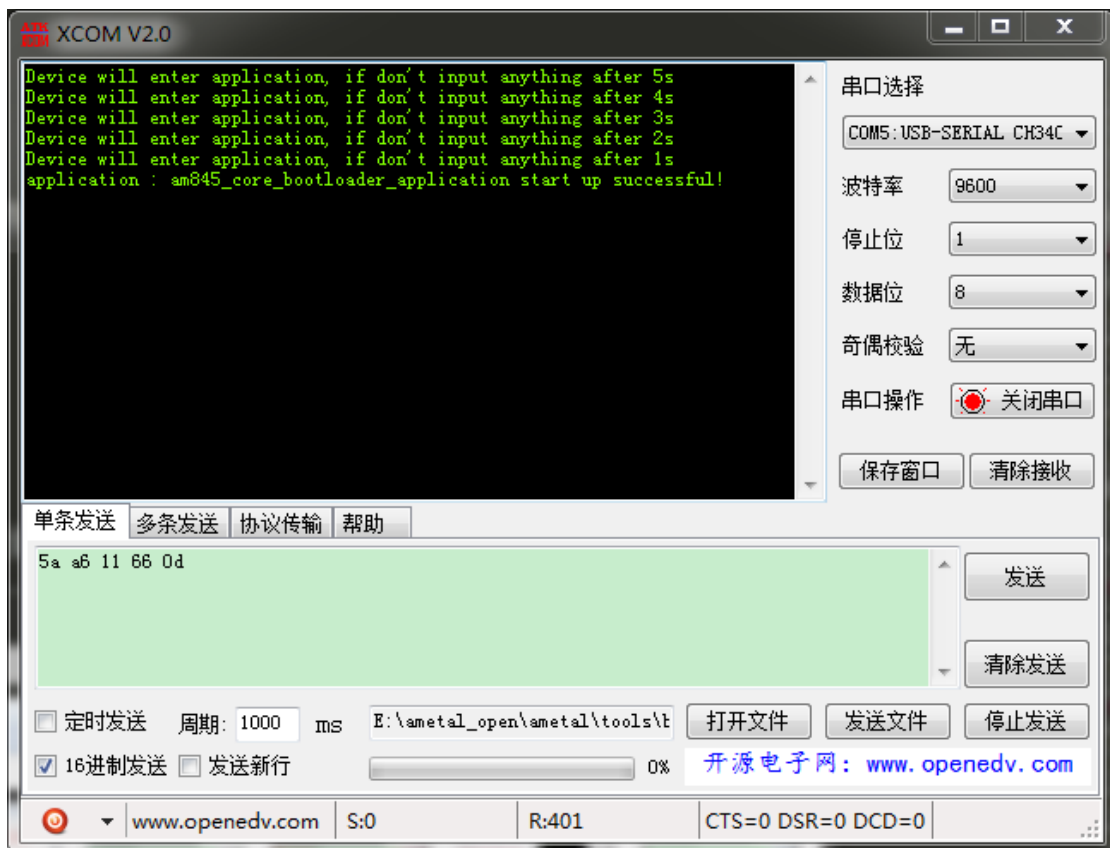

图 25: 应用程序正常执行
1、应用程序进入固件获取模式。应用程序已经通过本地方式烧录，芯片复位后跳转至应用程序开始执行，串口打印信息如图 25 所示，同时可观察开发板上黄色开始以 1s 的间隔闪烁。